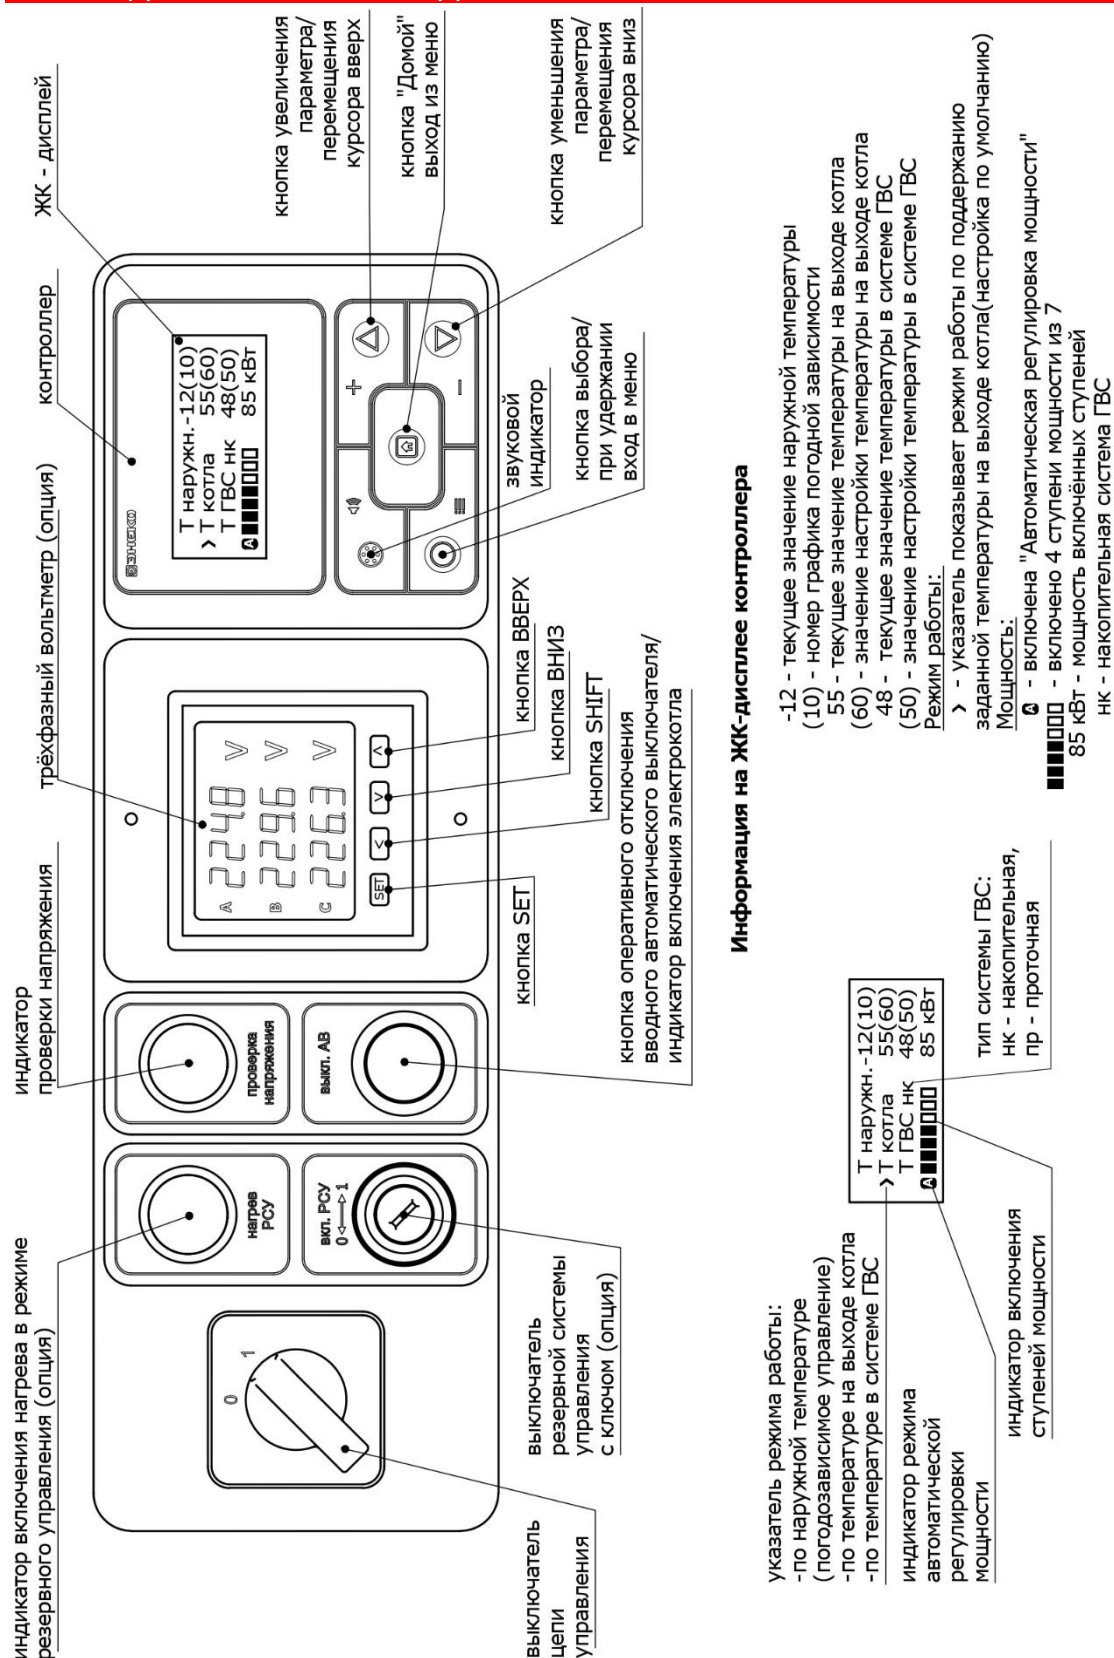

Рис. 8
7.4. Внешний вид панели управления показан на рис. 8.
7.6. Выключателем (рис. 8) включить питание цепи управления электрокотла.
7.8. После проверки напряжения питания контроллер подаст звуковой сигнал и на дисплее сначала появится сообщение об изготовителе и версии программного обеспечения, а затем дисплей перейдёт в режим ожидания, при котором на нем будет отображаться текущие значения температур в °C (наружная, на выходе из котла и в системе ГВС), количество включённых ступеней мощности, а также значения настроек температур, номер графика погодной зависимости, разрешенное для включения количество ступеней мощности и информация о включённом режиме автоматической регулировки мощности (см. рис. 8). Если датчики наружной температуры или температуры ГВС не подключены к контроллеру, то на дисплее на против соответствующих температур будут прочерки.
7.10. Настройка температуры котла на выходе производится нажатием на **кнопки уменьшения или увеличения параметра** (см. рис. 8 и Приложение 3 «Основные настройки панели управления») после однократного нажатия на **кнопку Выбор/меню**:
7.11. Настройка количества разрешённых для включения групп (ступеней мощности) производится нажатием на **кнопки уменьшения или увеличения параметра** (см. рис. 8) после двух нажатий на **кнопку Выбор/меню**:
7.12. Настройка температуры горячей воды в системе ГВС производится нажатием на кнопки **уменьшения или увеличения параметра** (см. рис. 8) после трёх подряд нажатий на **кнопку Выбор/меню**:
7.13. Для входа в меню необходимо удерживать нажатой **кнопку Выбор/меню** (см. рис. 8) более 3 сек. Первая страница меню показана на рис. 13.
Выбор строки в меню для настройки – перемещение курсора - производится с помощью **кнопок уменьшения или увеличения параметра** (см. рис. 8). Для входа в выбранную настройку необходимо нажать **кнопку Выбор/меню** (см. рис. 8). Если не нажимать кнопки более 3 сек происходит автоматический выход из меню. Для быстрого выхода из меню необходимо нажать **кнопку «Домой»**. При выборе **«Режима работы»** определяется, какой параметр будет приоритетным для контроллера: температура котла, температура ГВС или наружная температура.
Для включения управления электрокотла по интерфейсу RS-485 и выбора ведущего электрокотла в объединённой группе электрокотлов необходимо курсором выбрать в меню пункт «**Включение ДУ**» и с помощью **кнопок уменьшения или увеличения параметра** (см. рис. 8) выбрать значение «включено»: